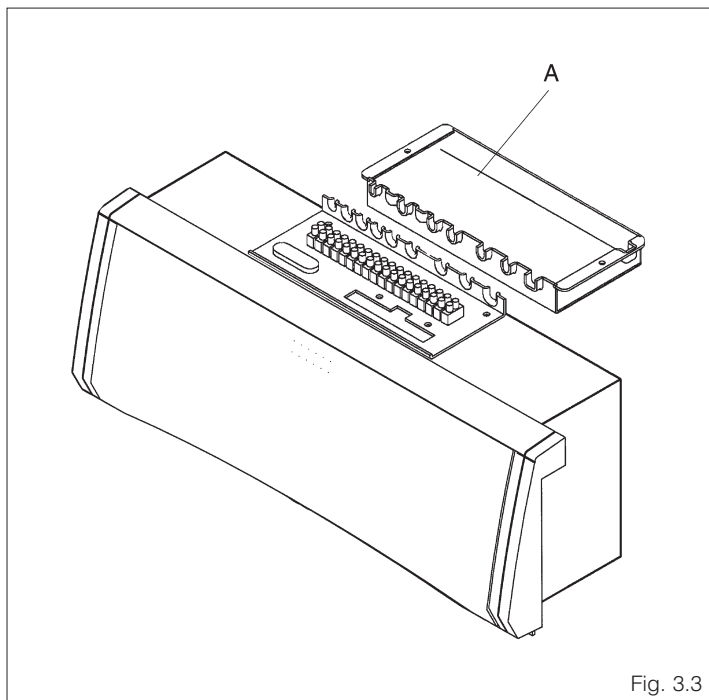

Fig. 3.3
- Desenroscar los dos tornillos de fijación (fig. 3.3) para quitar la tapadera de protección (A) del carenado
- si Se podrá acceder a los bornes realizando las conexiones eléctricas (fig. 3.3)